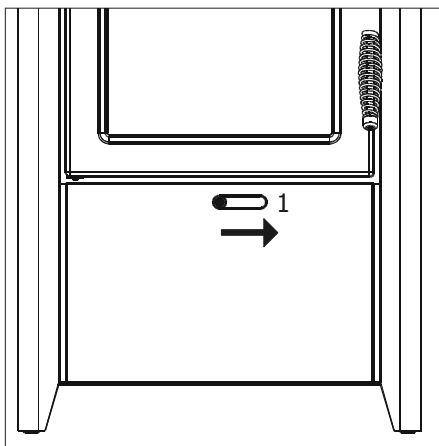

Fig.11 Ingresso aria primaria
La leva ruotata verso destra (pos.1), ha lo scopo di portare un grosso quantitativo di aria primaria sotto il piano fuoco del focolare, per permettere una rapida ed efficace accensione del fuoco (fig.11).